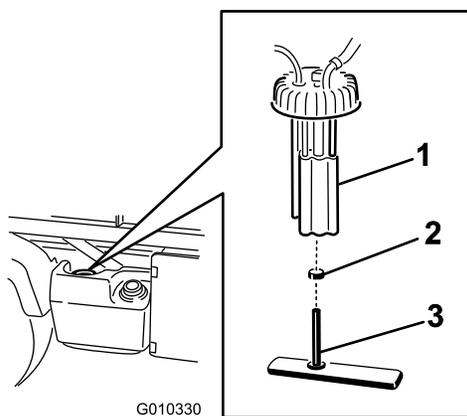

Bild 49
2. Ziehen Sie die Kabelbaumstecker von der Kraftstoffpumpe ab (Bild 49).
3. Lösen Sie die Schlauchklemmen und schließen Sie die Kraftstoffleitung vom Kraftstoffpumpendeckel ab (Bild 49).
4. Drehen Sie den Kraftstoffpumpendeckel oben am Kraftstofftank heraus (Bild 49).
5. Entfernen Sie die Kraftstoffpumpe und den Kraftstofffilter vom Tank (Bild 49).
6. Entfernen Sie die Klemme, mit der die Kraftstofffilterleitung am Kraftstoffpumpenanschluss befestigt ist. Schließen Sie den Schlauch vom Anschlussstück ab (Bild 49).